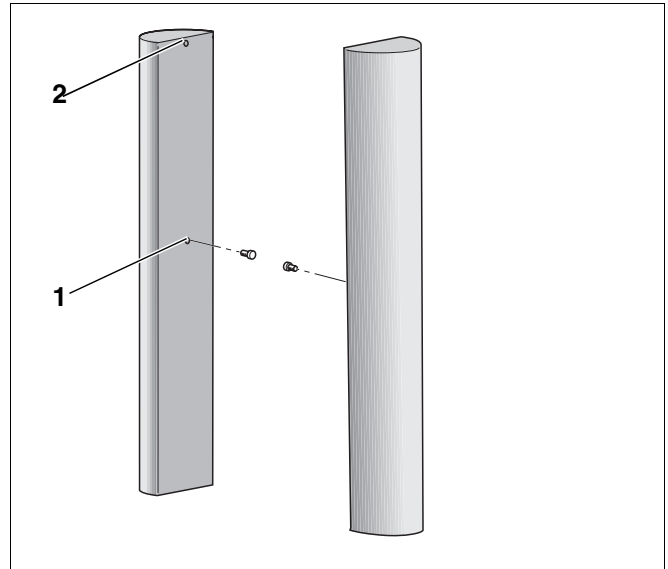
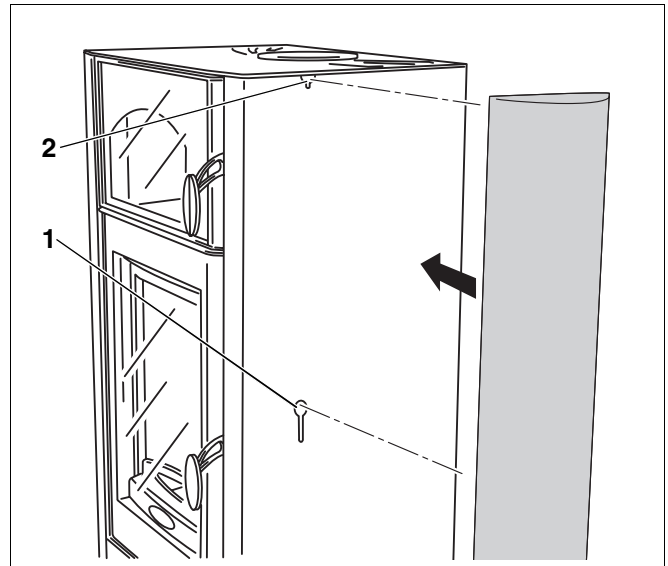
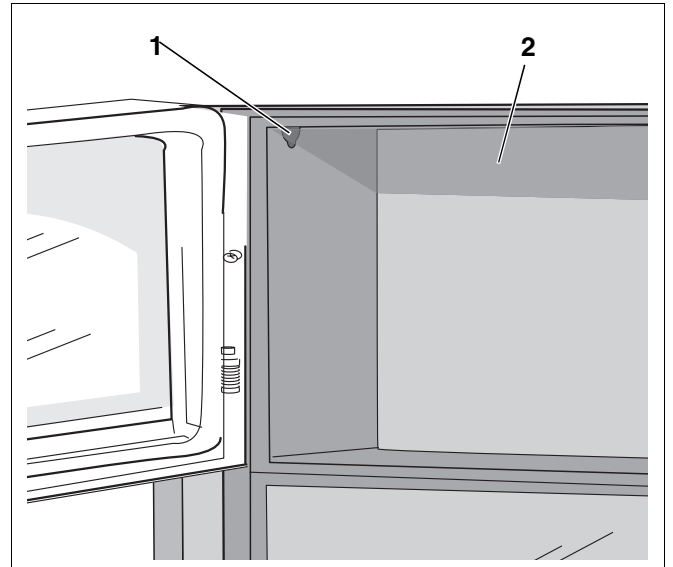

Abb. 44 Naturstein-Serpentino-Seitenteile – Bohrungen
Abb. 45 Naturstein-Serpentino-Seitenteil einhängen (blueline 5)
Abb. 46 Warmhaltefach/Öse (blueline 5)
- Jeweils eine Schraube in die Bohrung im mittleren Bereich der Seitenteile einschrauben (Abb. 44, **Pos. 1**).
- Naturstein-Serpentino-Seitenteil in die untere Öse einhängen (Abb. 45, **Pos. 1**).
- Eine weitere Person dreht vom Warmhaltefach her durch die obere Öse (Abb. 45, **Pos. 2** und Abb. 46, **Pos. 1**, Seite 31) eine Schraube in die Bohrung im oberen Bereich des Naturstein-Serpentino-Seitenteils (Abb. 44, **Pos. 2**) ein.